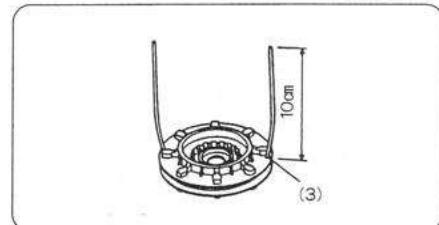

図6
④ナイロンコードは上下のリール溝に一列に巻き込み、ナイロンコードの先端を約10cm残してナイロンコードリール側板のコードを引っ掛け溝(3)に止めます。(図6)